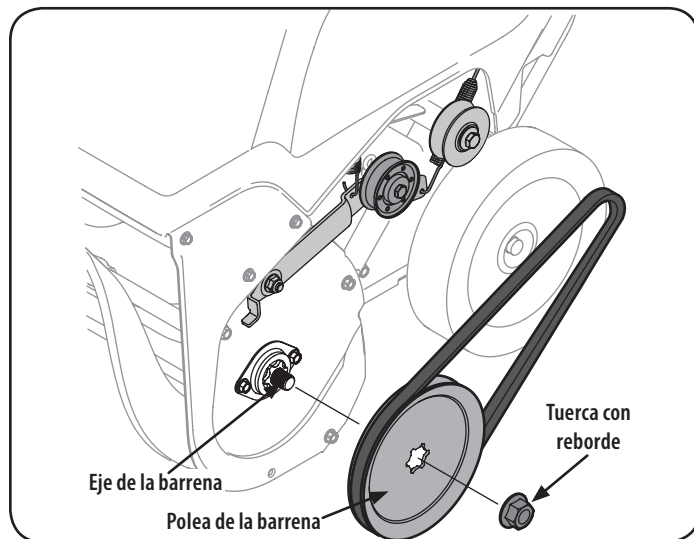

Figura 4
5. Extraiga la tuerca de brida que sujeta la polea de la barrena al eje de la barrena. Vea la Figura 4.